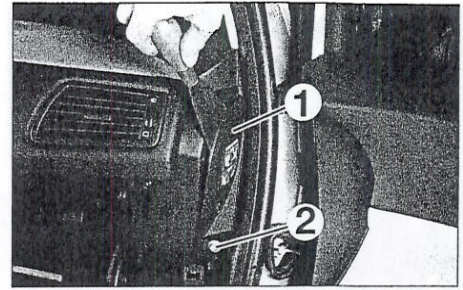

FIGURA 9-18
- Desengrapar la tapa (1) (figura 9-18).
- Desmontar el tornillo de fijación (2) (figura 9-18).